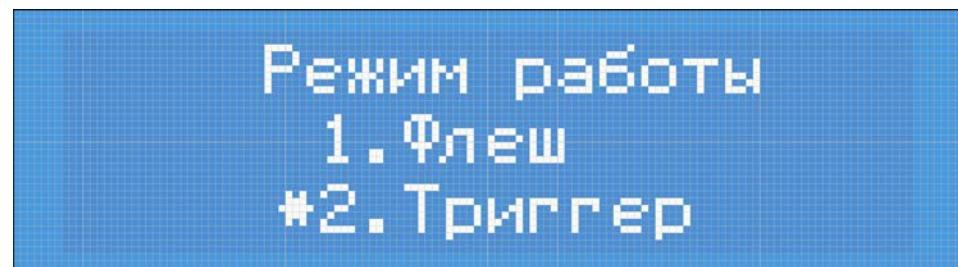

Рисунок 7: Выбор режима работы
– Нажать на кнопку «2», после чего отобразится меню (Рисунок 7). Установленный режим будет отмечен звёздочкой;